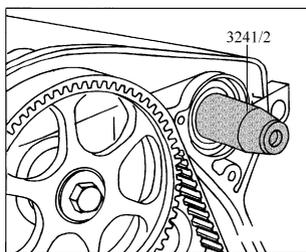

图 2-100 将 3241/2 装到凸轮轴轴颈上
- 2) 如图 2-100 所示,将 3241/2 装到凸轮轴轴颈上。